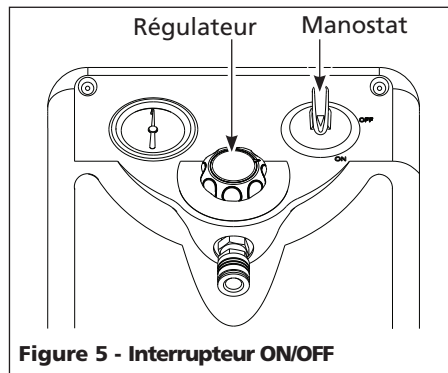

Figure 5 - Interrupteur ON/OFF
- Manostat** - Interrupteur ON/OFF (Figure 5) – Dans la position ON, le compresseur se coupe automatiquement quand la pression du réservoir arrive à la pression maximale réglée d'avance. Dans la position OFF, le compresseur ne fonctionnera pas. Cet interrupteur devrait être dans la position OFF pendant le branchement ou le débranchement du cordon d'alimentation de la prise de courant ou pendant le changement d'outils pneumatiques.